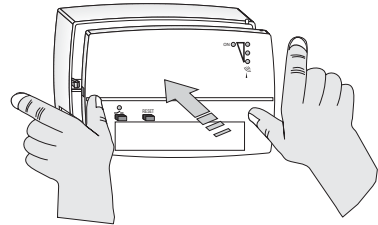

Abb. 9.i
- Drücken Sie mit beiden Händen das Frontteil auf die Basis, wie in Abbildung 9.i dargestellt, bis die Blockierungshaken der Basis inrasten.
- Schließen Sie den Empfänger vorsichtig wieder (Abb. 9.i-10.i).